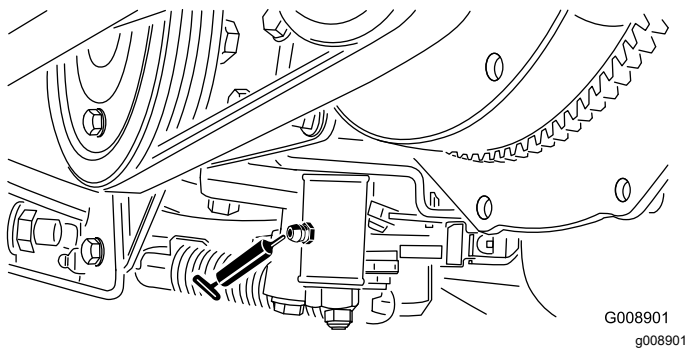

Figura 40
- Mecanismo de ajuste neutro (**Figura 40**)